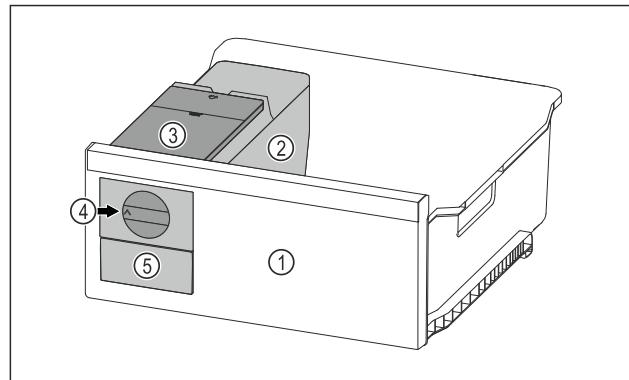

Fig. 97 Príklad zobrazenia
- Otočný gombík Fig. 97 (4) otočte v smere hodinových ručičiek až na doraz.
- Kocky ľadu vypadávajú z misky na kocky ľadu do zásuvky na kocky ľadu Fig. 97 (5).